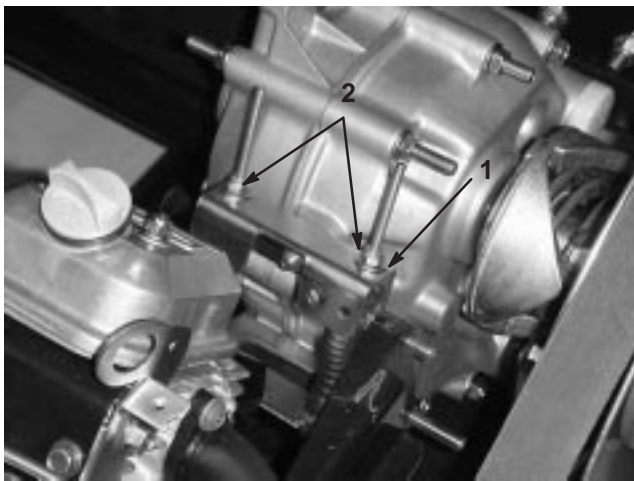

Figure 25
Lors des entretiens courants et/ou des diagnostics du moteur, vous devez placer la boîte-pont au point mort (Fig. 25). La position point mort de l'inverseur de marche commande le point mort de la boîte-pont. Procédez comme suit pour vérifier que le point mort de l'inverseur de marche actionne correctement le point mort de la boîte-pont :
2. Vérifiez que la patte de réglage du point mort est à la position point mort (horizontale) en tournant l'embrayage (Fig. 25). Le véhicule ne doit pas avancer ni reculer. Si le véhicule se déplace, placez manuellement la patte de réglage du point mort à la position point mort.
3. Serrez un des contre-écrous (Fig. 25) juste assez pour éliminer le mou du câble de sélection de sens de marche.